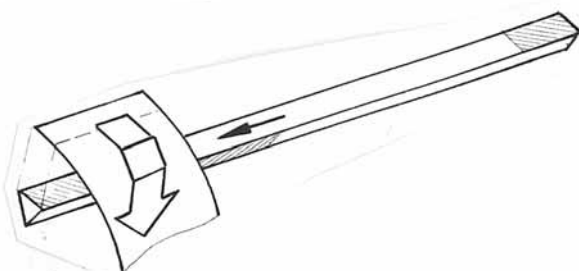

Рис. 3
2. На переднюю часть фюзеляжа (в ее сторону направлена небольшая стрелка) аккуратно наклеить край груза (деталь 2, рис. 3).